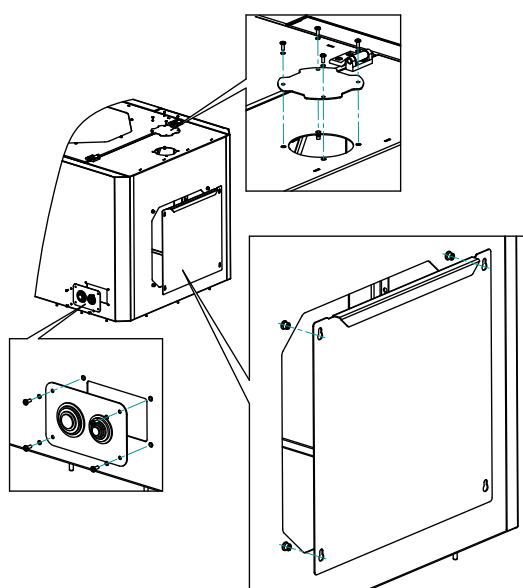

Рисунок 7 — Расположение заглушек.
Для удобного доступа к панели станка с разъемами, а также облегчения удаления стружки на задней стенке предусмотрена дверца (рис. 7). Для герметичного вывода проводов в боковых стенках имеются две заглушки: одна глухая, одна с установленными сальниками, что позволяет выводить провода с любой из сторон.
- снять заднюю дверцу и заглушки (если требуется) (рис. 7).